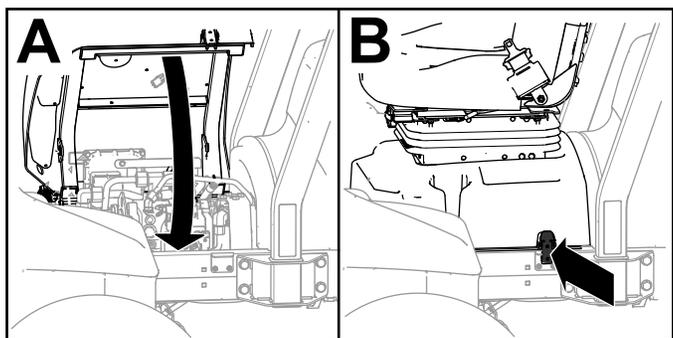

図 136
4. 運転席を元通りにしてベースをラッチで固定する **図 136のA**。